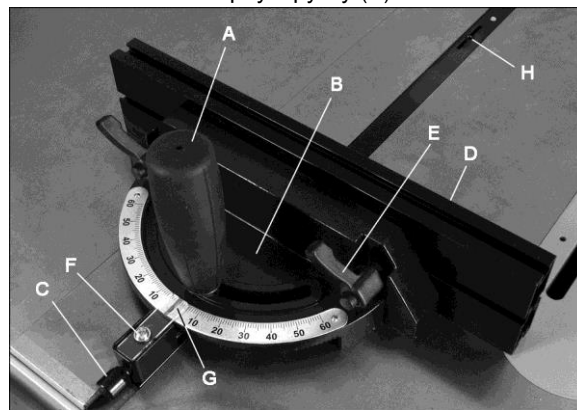

Рис. 15
Рис. 15 и 16.
2. Ослабьте стопорную ручку (А, рис. 15), поворачивая против часовой стрелки.
Выдвижную пластину (D, рис. 15) можно отрегулировать путем перемещения вправо или влево, или полностью убрав.
У линейки упора для пиления под углом есть два паза с установочными винтами (Н, рис.15). Отрегулируйте установочные винты (4-мм шестигранным ключом), чтобы убрать любой зазор между линейкой и пазом для упора.